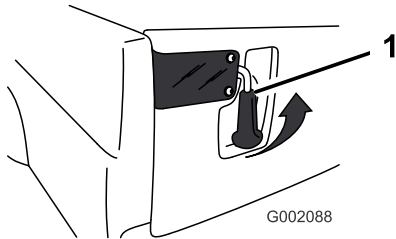

Figura 26
1. Para abrir os trincos da porta traseira, levante os respectivos manípulos (Figura 26). Os trincos deslocam-se automaticamente para o centro da porta traseira. Baixe a porta traseira lentamente.